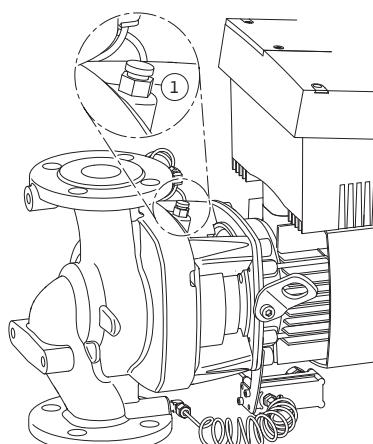

Fig. 47: Вентиляционный клапан
- Удалить воздух из насосов путем открытия вентиляционных клапанов (Fig. 47, поз. 1). Сухой ход разрушает скользящее торцевое уплотнение насоса. На дифференциальном датчике давления запрещается удалять воздух (опасность разрушения).